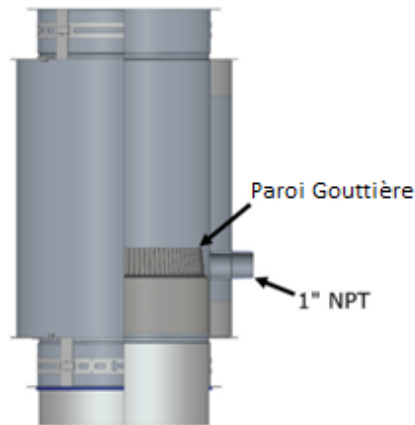

Figure 29- Longueurs de drainage vertical
Une section de drainage vertical est utilisée pour drainer l'eau lors d'une installation verticale. Il s'agit d'une variation spéciale d'une longueur de tuyau de 18 pouces avec possibilité d'évacuer la pluie ou le condensat de la cheminée. La conduite est équipée d'une paroi de gouttière annulaire et d'un raccord de 1" (25) NPT s'étendant à travers le boîtier pour la fixation de la tuyauterie de vidange. Voir la figure 29 pour plus de détails. La tuyauterie de vidange doit comprendre une jambe d'eau d'une hauteur au moins égale à la pression de fonctionnement maximale prévue à la sortie de l'appareil pour éviter que les gaz de combustion ne s'échappent par la vidange. La longueur du drain doit être installée à l'intérieur pour éviter le gel.